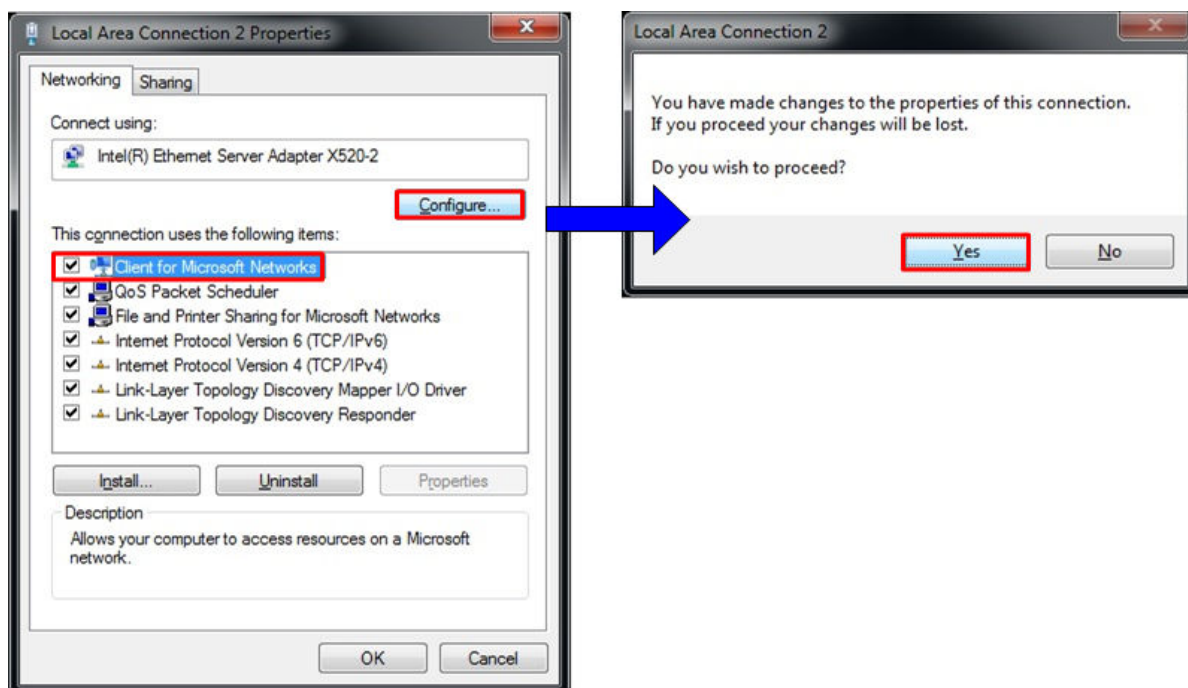

図 5: ネットワーク コンフィグ
- Window 上のローカルエリア接続プロパティにて、“Client for Microsoft Networks”を選択し、図 5 の様にコンフィグをクリックします。